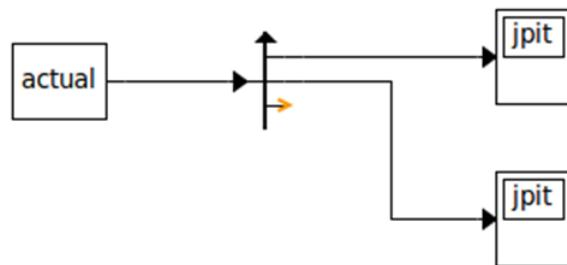

図 20: 測定データのグラフを描画するためのブロック線図
13. 測定データのグラフを描画するため、ワークスペース内にある ShowData.jamox を読み込む。図 20 にブロック線図を示す。